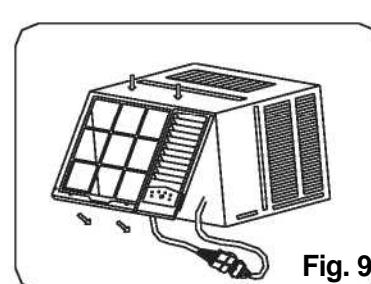

Fig. 9
1. Montirajte okvir i povežite spojnice, vodeći računa da ne poremetite kabl senzora temperature (Pogledajte Fig.9).